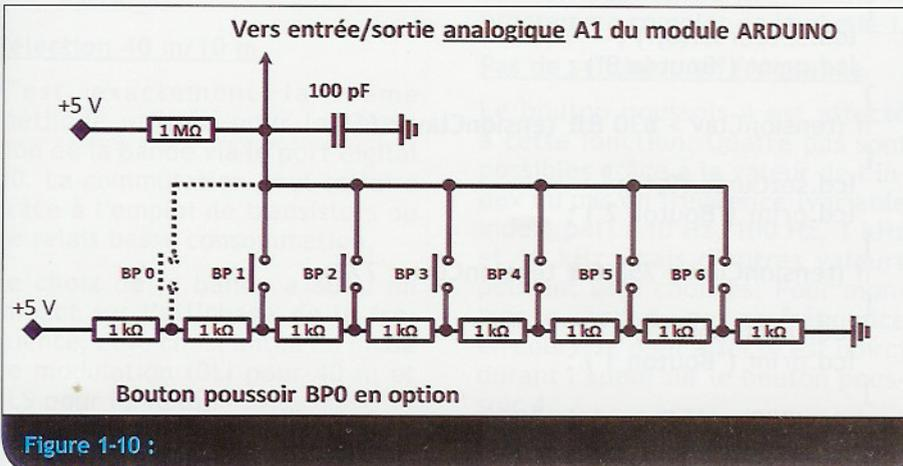

Figure 1-10 :
- les boutons sont câblés en diviseur résistif sur une entrée analogique. Ici, un seul port suffit comme le montre le schéma de la figure 1-10.